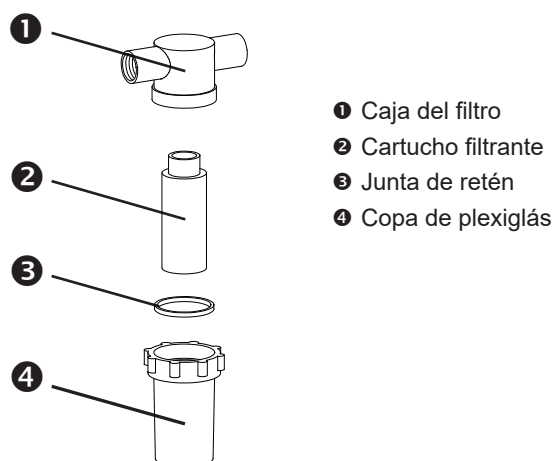

Fig. 6. Filtro de agua
- Desenroscar la copa de plexiglás (4, fig. 6) de la caja del filtro (1, fig. 6) en sentido antihorario.
- Retirar el elemento de filtración (2, fig. 6) y sustituirlo por otro nuevo (art. N° 502.0891.0).